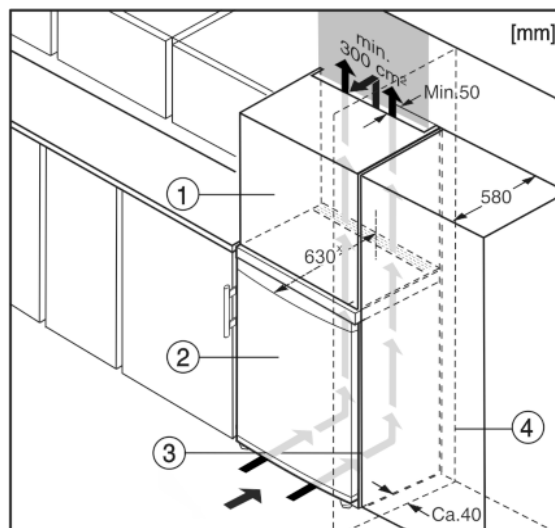

Fig. 10
- (1) Dulap suspendat*
- (2) Aparat*
- (3) Dulap de bucătărie*
- (4) Perete*
Aparatul poate fi refăcut cu dulapuri de bucătărie. Pentru a aduce aparatul Fig. 10 (2) la același nivel cu mobilierul de bucătărie, se poate monta deasupra aparatului un dulap suspendat Fig. 10 (1).
În cazul conversiei constructive cu dulapuri de bucătărie (grosime max. 580 mm), aparatul poate fi amplasat imediat lângă dulapul de bucătărie Fig. 10 (3). Aparatul iese în afară în partea laterală cu 34 mm^x, iar în centrul aparatului cu 50 mm^x în raport cu suprafața frontală a dulapului de bucătărie.*
Atunci când aparatul este montat cu balamalele lângă un perete *Fig. 10 (4)*, distanța dintre aparat și perete trebuie să fie de minim 40 mm. Această valoare corespunde proeminenței mânerului cu ușa deschisă.*